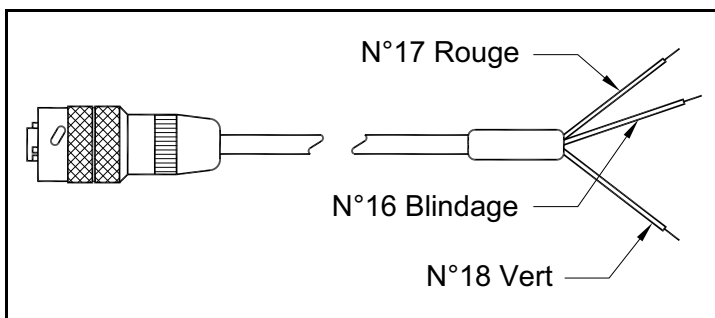
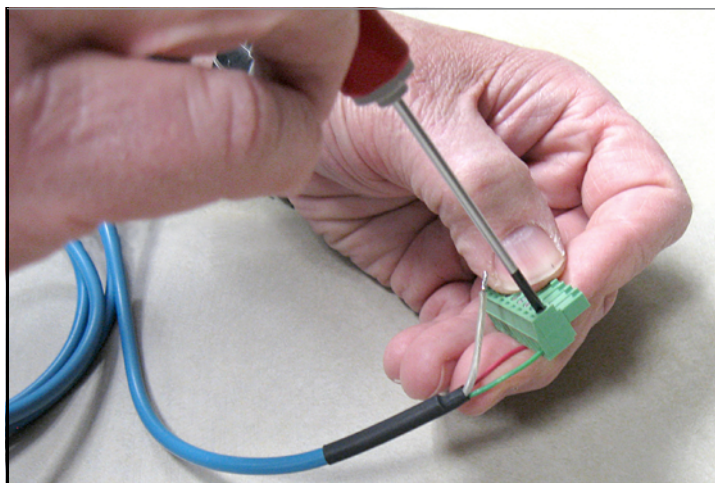

Figure 24: Connexions du câble de sonde M Series
Figure 25: Réalisation des connexions du câble de la sonde au connecteur
3. Reportez-vous à la *Figure 24* ci-dessous et à la *Figure 25* on page 21 pour relier l'extrémité du câble de la sonde présentant les trois conducteurs aux broches 16, 17 et 18 du bornier inférieur.